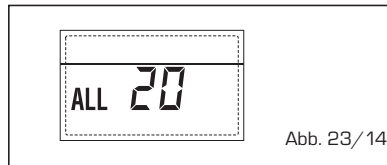

Abb. 23/14
- SCHADENSSTÖRUNG SONDE DRUCKSEITE ERSTER MISCHBEREICH "ALL 21" (Abb. 23/15)